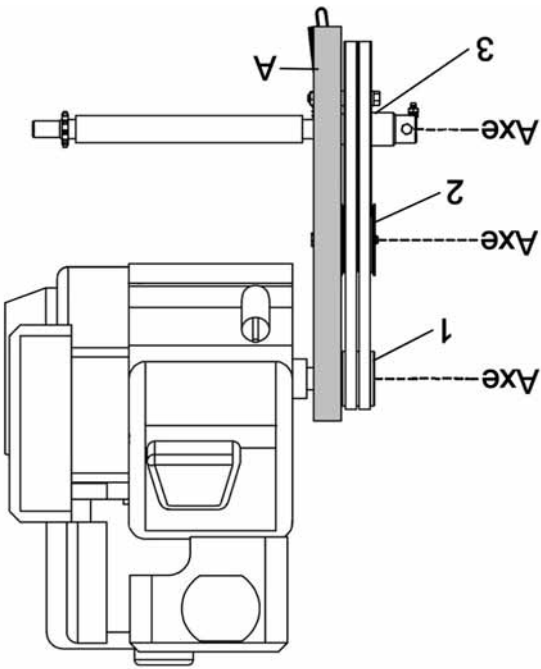
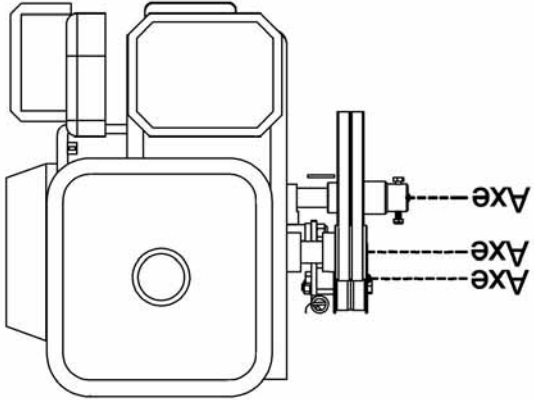

Figure 1
Figure 2
Après le positionnement du moteur, les axes doivent être parallèles tel qu'illustré dans les figures 1 et 2.
**NOTE:** Il est important que les trois poulies soient alignées (tel qu'illustré sur les deux vues: vue arrière de la souffeuse (fig.1) et vue du dessus de la souffeuse (fig. 2)).
Installer la poulie de 2 1/2" (fig. 1, item 1) sur l'arbre du moteur tel qu'illustré (le moyeu vers le moteur) avec une clé de 1/4" x 1/4" x 1 3/4" afin que les poulies soient parallèles à la règle.
Appuyer une règle (fig.1, item A) sur la poulie double (item 3).